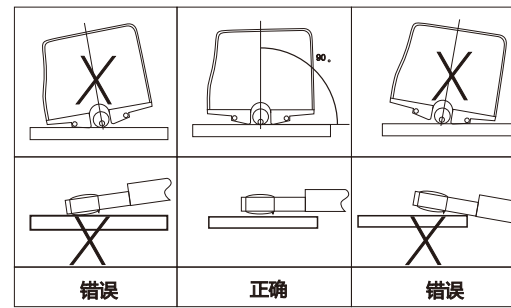

图4-1
- F. 参照图4-1, 4-2放好仪器, 确保接线准确可靠。